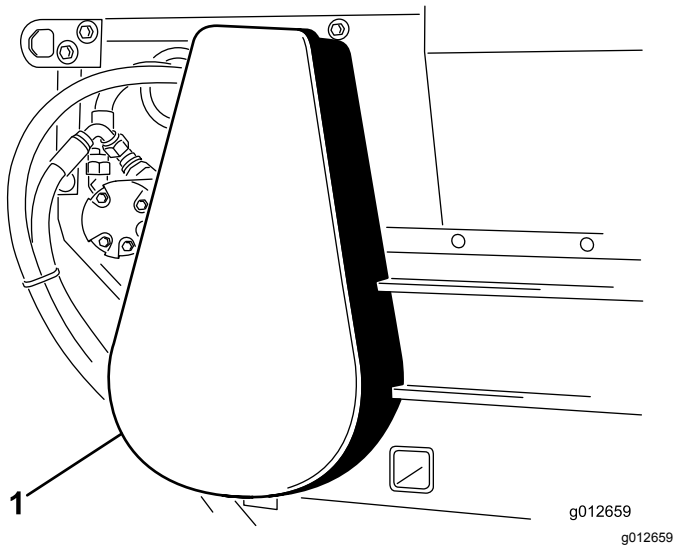

Figura 34
3. Instale la cubierta de la cadena (Figura 34).